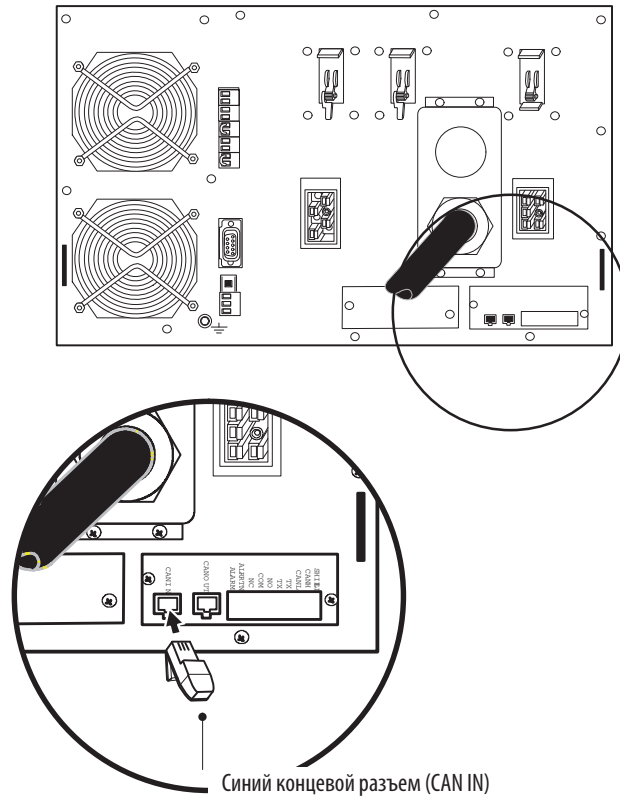

Рисунок 34. Установка синего концевой разъема (первый ИБП)
3. Убедитесь, что все выключатели находятся в положении OFF (O).
9. Один из двух прилагаемых синих концевых разъемов (см. рисунок 34) установите в порт CAN IN первого ИБП (UPS 1 на рисунке 36).